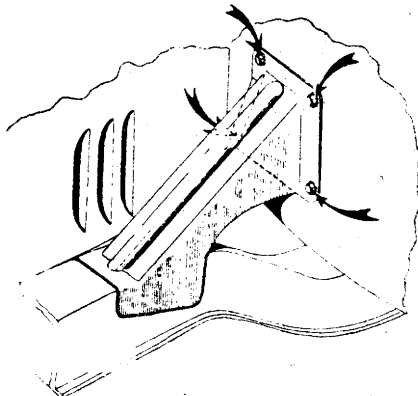

Рис. 4. Болты крепления подкосов.
6. Подтянуть восемь болтов крепления подкосов, идущих от лонжеронов к. переднему щиту (рис. 4).